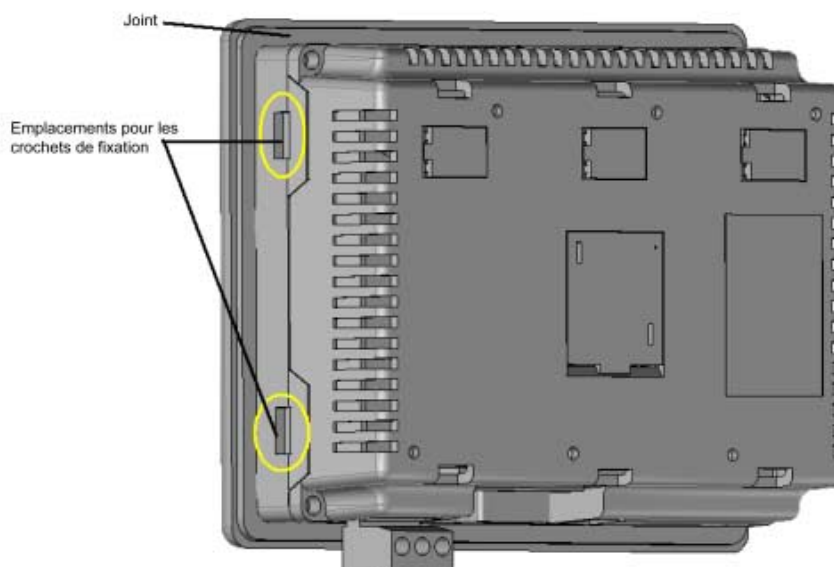

Figure 3.2 : IHM série NQ avec garniture d'étanchéité et fentes pour crochets de montage
Utilisez le kit de montage fourni pour une installation correcte. Une fois le panneau préparé, l'IHM série NQ peut être fixée au moyen des crochets fournis. L'appareil série NQ est livré avec une garniture d'étanchéité pré-installée derrière la lunette d'encadrement, comme illustré à la Figure 3.2 : IHM série NQ avec garniture d'étanchéité et fentes pour crochets de montage.
- 1 Localisez les quatre fentes pour crochets de montage sur le boîtier de l'IHM série NQ. Sur les modèles NQ3, les fentes sont situées sur les côtés du boîtier (comme illustré à la Figure 3.2 : IHM série NQ avec garniture d'étanchéité et fentes pour crochets de montage. Sur les modèles NQ5, les fentes sont situées sur les parties supérieure et inférieure du boîtier.